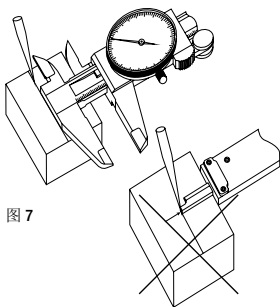

图 7
- 划线面: 调整划线参考面 (11), 贴近部件参照, 并移动滑动读数头 (5), 贴近所选测量值, 锁定后抄写读数 (图 7)。